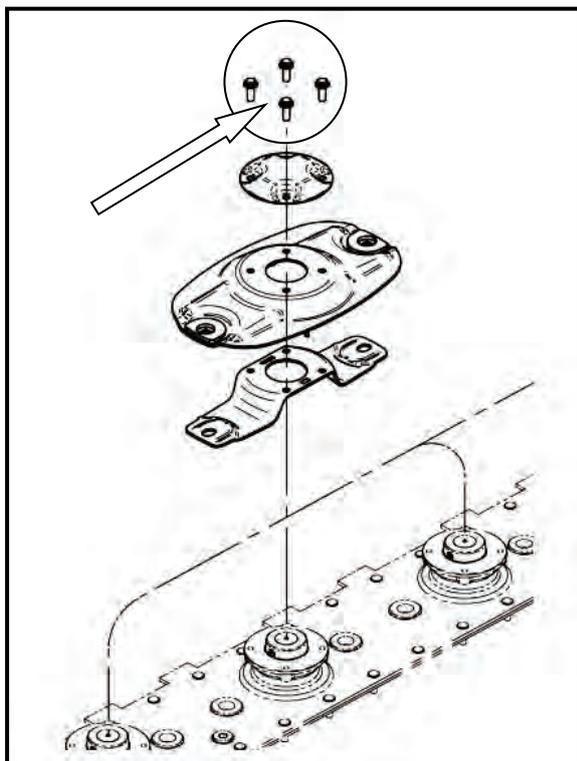

Fig. 125 Construcción (piezas sueltas) del disco segador con cambio rápido de cuchillas
- ➔ Suelte los atornillamientos (consulte la Fig. 125 con la flecha) de los discos segadores.
- ➔ Vuelva a montar el nuevo muelle de sujeción y/o el nuevo pasador de sujeción de filo según la Fig. 125.